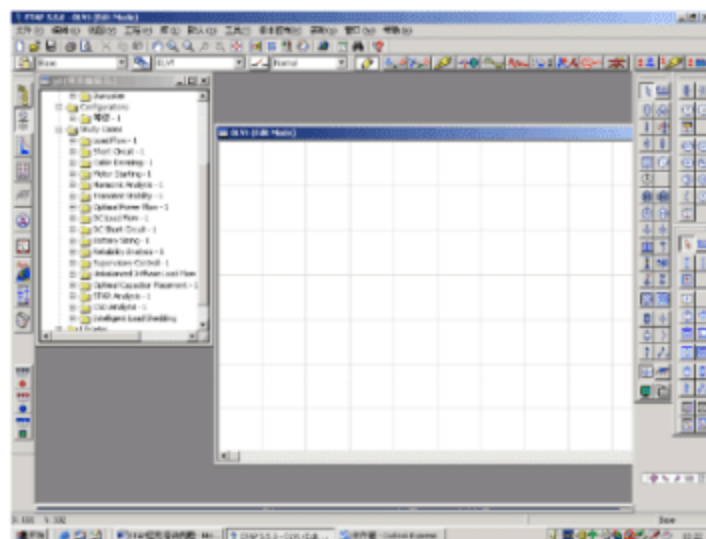

图 1-4 ETAP 软件的编辑模式
- 4、点击“确定”，打开了 ETAP 软件的编辑模式，如图 1-4所示。下面对编辑模式界面作简单的介绍：